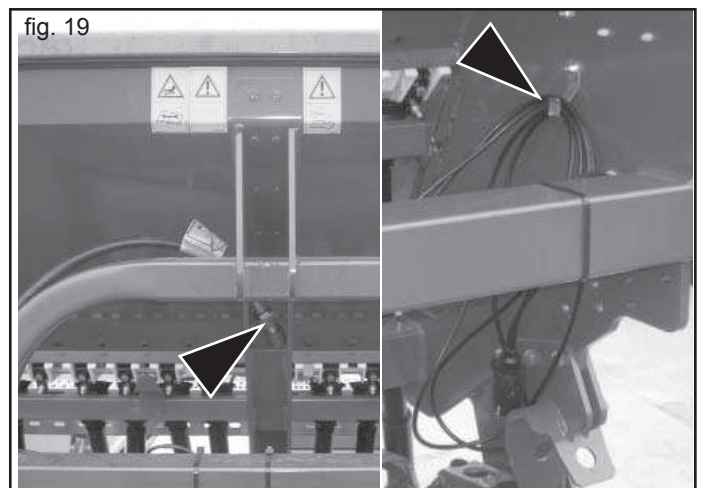

fig. 19
- 1) Alle betroffenen ölhydraulischen und elektrischen Anschlüsse abtrennen (Abb. 19).